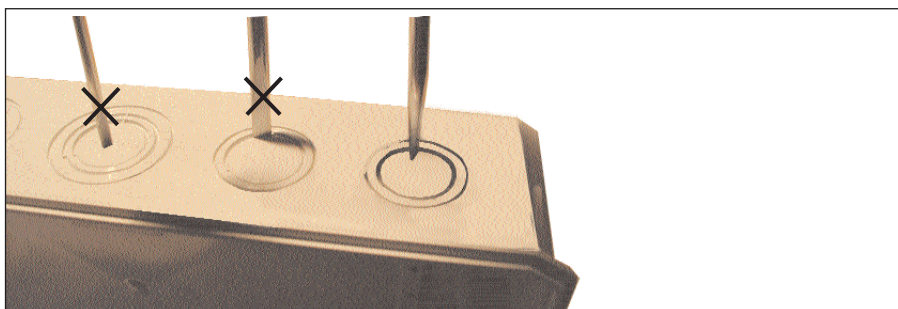

fig. 9
4. Druk de voorgestane kabeldoorvoeren in. Klop hiervoor met een schroevendraaier verticaal in het meest dichtbij gelegen deel van de kofferbodem. (fig. 9)